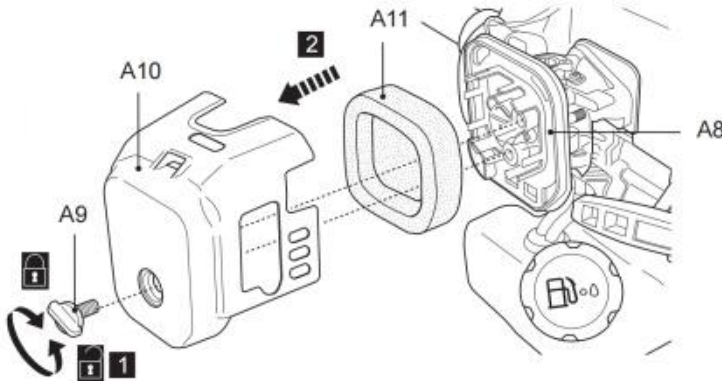

Fig. 77
1. Inspektera luftfiltret regelbundet. Byt ut den mot en ny vid behov (fig. 77).